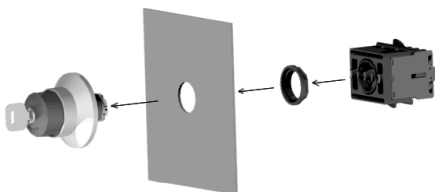

Abb. 6: Montage der Einbauversion
- Taste durch das Montageloch stecken und mit Kontermutter befestigen (max. Drehmoment 2,5 Nm). Schaltelement aufstecken und eine Achtelumdrehung im Uhrzeigersinn drehen. Das Schaltelement rastet ein. (Abb. 6)